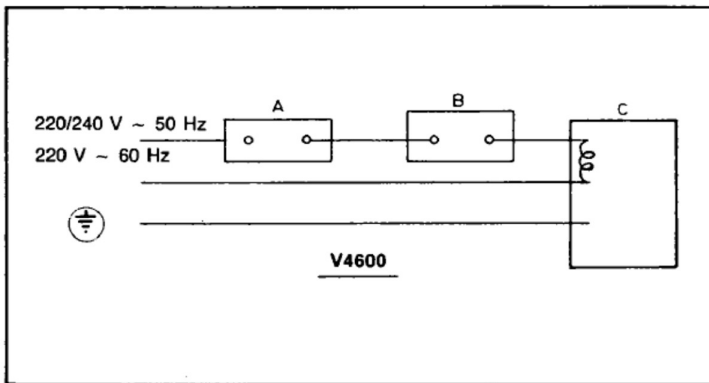

FIG. 1
4. Suivre les instructions fournies par le fabricant de l'appareil. En l'absence de ces instructions, se référer aux figures 1 et 2.
CÂBLAGE DES MODÈLES 220/240 V ~ 50 Hz, 110 ~ 60 Hz OU 220 V ~ 60 Hz (voir fig. 1).